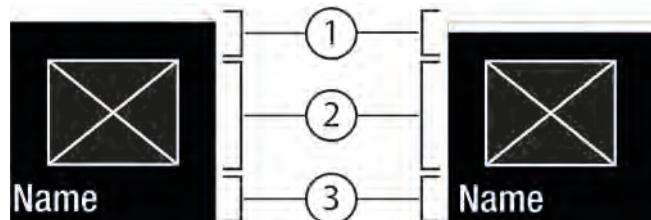
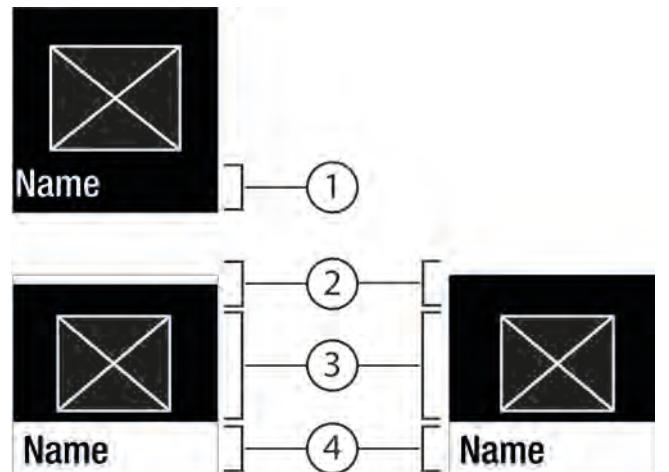

Fig. 6
Fig. 7
- С помощью Подтвердить *Fig. 5 (2)* вызвать Подменю *Fig. 7 (4)*.
- Установка нового значения: С помощью Подтвердить *Fig. 5 (2)* выбрать деактивированное значение *Fig. 6 (1)*.
- Назад в меню: С помощью Подтвердить *Fig. 5 (2)* выбрать уже активированное значение *Fig. 6 (2)*.
- ▷ Состояние: активировано Fig. 6 (1) появляется ненадолго в Подменю Fig. 7 (4).